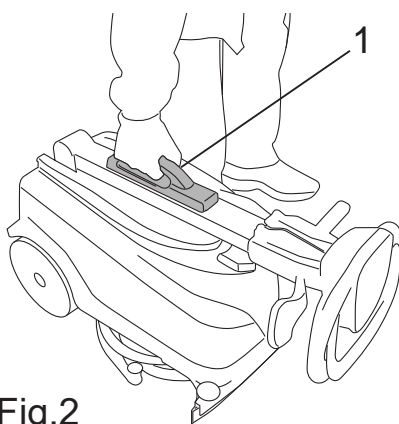

Fig.2
- Haal de machine uit de verpakking bij de handgreep (Fig.2-Ref.1) en plaats haar op de vloer.